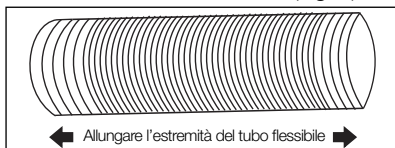
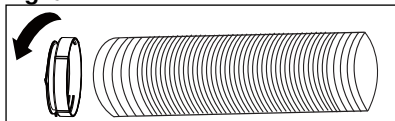

Fig. 5
Fig. 6
3. Allungare l'estremità opposta del tubo flessibile (Fig. 5) e avvitare il tubo flessibile sull'adattatore A (Fig. 6).